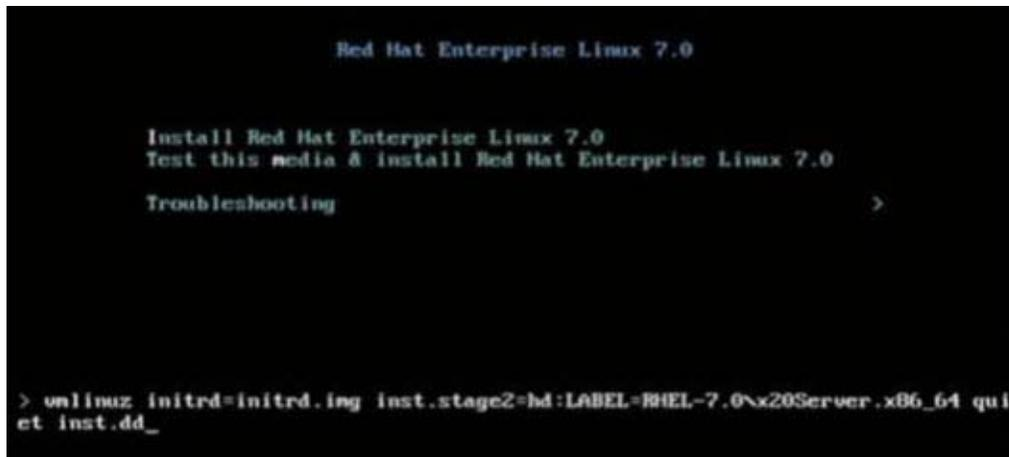

Ilustración 14-29. Cómo agregar la opción de instalación “dd”
3. Agregue la opción `dd` a la línea de comando de inicio, como se muestra en la Ilustración 14-29.